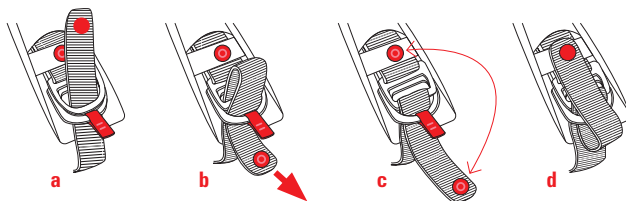

Figura 3
- d) Para ajustar la correa, inserte el extremo de la correa dentro de los anillos de doble D siguiendo el orden que se indica en la Figura 3; después, tire de las correas hacia la garganta. Después, ajuste el extremo suelto de la correa y apriete el botón hasta que escuche un clic que indicará que se ha cerrado correctamente.